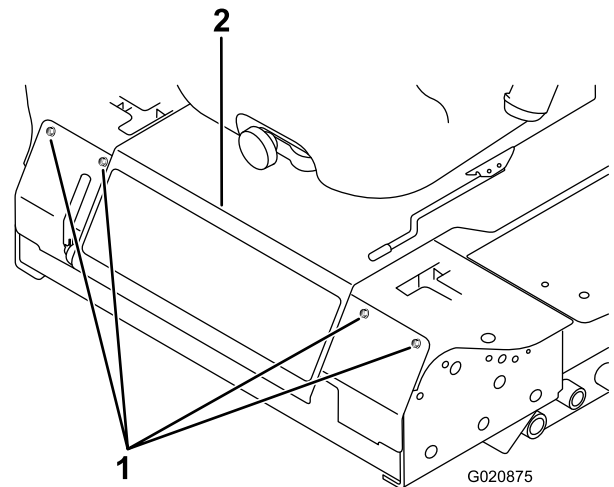

Figure 53
- Retirez les boulons de fixation du panneau avant et déposez le panneau (Figure 53).